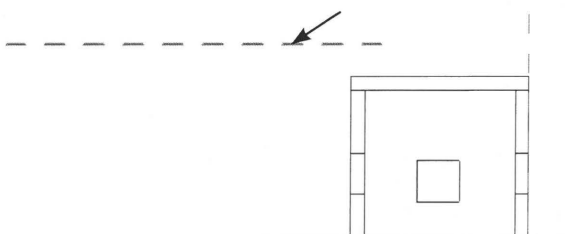

Fig. 05.29. klik på det optegnede *Reference Plane*.
- Klik på det optegnede *Reference Plane* (Fig. 05.29).